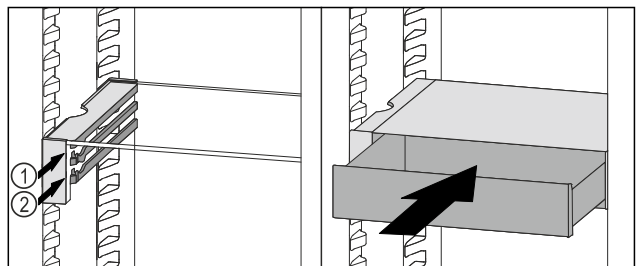

Fig. 121
- ▶ Встановити висувний ящик VarioSafe за стопорами на потрібне ребро Fig. 121 (1) або Fig. 121 (2).